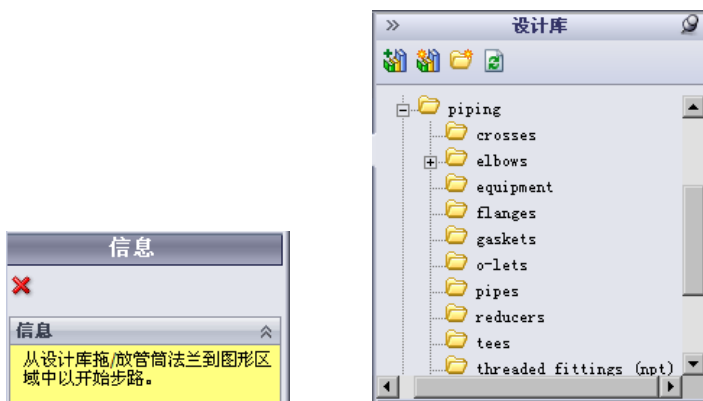

图 11.6.8 “信息”对话框和设计库
Step3. 选择命令。选择 **管筒设计** 功能选项卡中的 **通过拖/放来开始(Q)** 命令，系统弹出“信息”对话框和设计库，如图 11.6.8 所示。